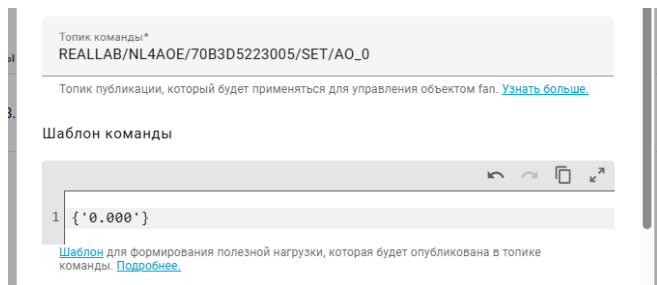

Рис. 3.11. Настройка устройства MQTT
7. Вставляем скопированный ранее топик из MQTT Explorer в поле “Топик команды” (рис. 3.11). На скриншоте представлен тип объекта вентилятора. В этом типе первый топик команды отвечает за вкл/выкл. Мы будем использовать его только для выключения, переводя значение в 0.